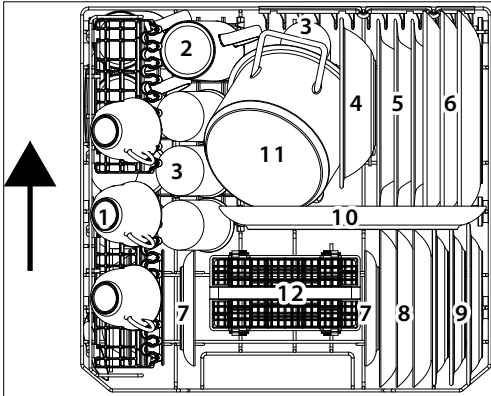

Abb. 15: mit ausgeklappter Tassenablage
- Beladen Sie den Geschirrkorb (9) wie im Beispiel (siehe **Abb. 15/16**) abgebildet. Der Pfeil zeigt die Einschubrichtung. Geschirrtteile sollten an den vorgesehenen Stellen platziert werden, um das beste Reinigungsergebnis zu erzielen.